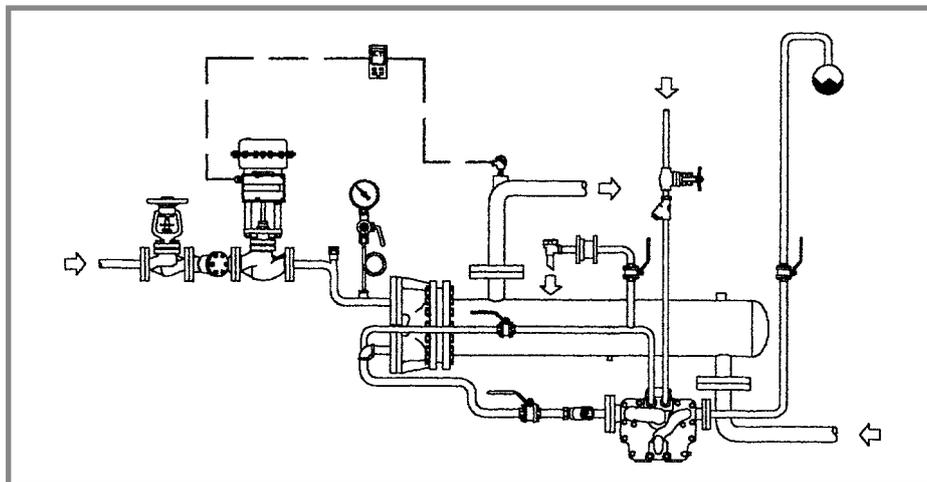

Fig. 6
**2.14.2** Sugli impianti più grandi è consigliato ed è preferisce non usare la valvola rompivuto. Inoltre se il condensato arriva oltre un certo livello sopra lo scaricatore una valvola rompivuto non è sufficiente a consentire il drenaggio del sistema. In queste condizioni deve essere utilizzato un sistema con scaricatore e pompa o una pompa scaricatore. Una pompa-scaricatore (APT14) agisce come uno scaricatore se c'è sufficiente pressione del vapore da superare la contropressione. Se così non è agisce come una pompa (fig. 6).
**2.14.2** Often, especially on larger plant, it is usually preferred not to introduce air into the steam space, and the use of a vacuum breaker may not be tolerated. Also if the condensate lifts after the steam trap up to a higher level, a vacuum breaker cannot assist drainage. In these situations, a pumping trap or pump/trap combination should be used. A pumping trap performs as a steam trap if there is sufficient steam pressure in the steam space to overcome the back pressure. If there is not, it acts as a pump (fig. 6).